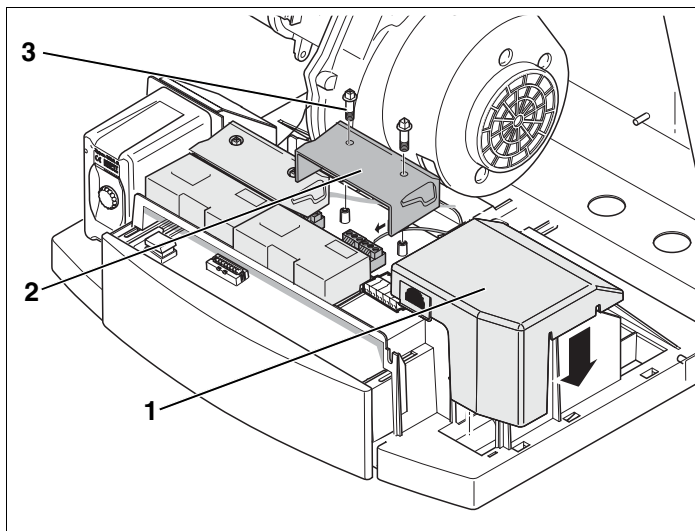

Fig. 4 Fermer le cache-bornes
- Remettre le couvercle du boîtier de raccordement (fig. 4, **pos. 1**) en place.
- Remettre le cache-bornes du module de fonction (fig. 4, **pos. 2**) en place.
- Serrer les vis cruciformes à carré mâle (fig. 4, **pos. 3**) soit avec un tournevis cruciforme soit avec une clé de purge.